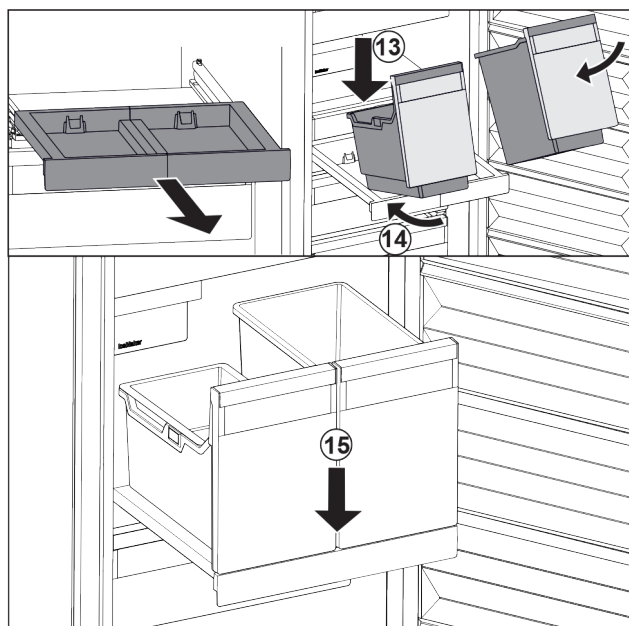

Fig. 110
- ▶ Asetage anum kaldu väljatõmbetahvli. Fig. 110 (13)
- ▶ Lükake anum kaldu tahapoole sisse. Fig. 110 (14)
- ▶ Pange anum ees maha. Fig. 110 (15)